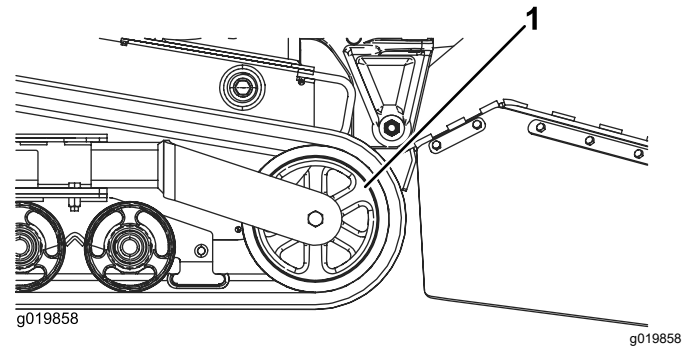

Figura 48
5. Empuje la rueda tensora hacia atrás hasta que haga tope (Figura 48).
7. Una vez retirada la oruga de la rueda tensora, retírela de la máquina (Figura 48).